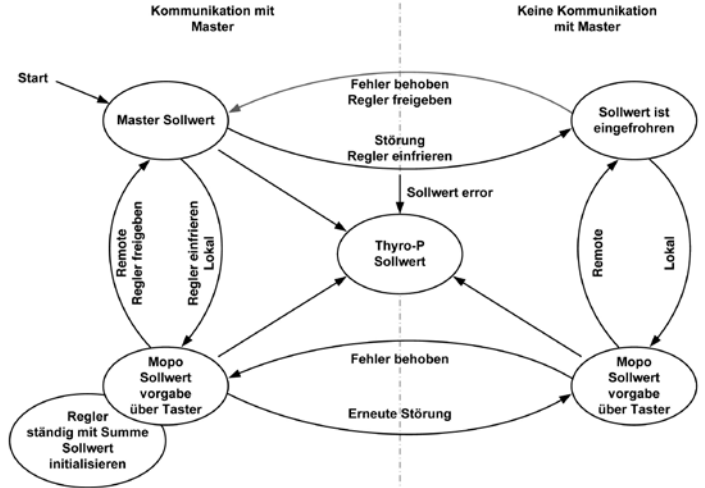

ABB. 5 STATE DIAGRAMM
3. Bei Umschaltung von Lokal auf Remote ist der Prozessregler mit dem Summen Sollwert zu initialisieren und anschließend zu aktivieren. Aus den obigen Einstellungen ergibt sich dann folgendes Ablauf-diagramm (siehe Abbildung 5).